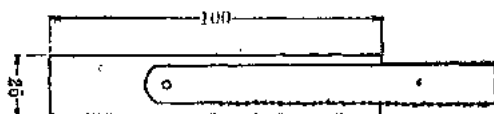

图 1
1. 按图 1 尺寸锯三夹板(或竹板)两块,用砂皮砂光滑。再取废锯条一段,把它夹在两块三夹板中间,然后用线把两块三夹板扎牢,如图 2 所示。